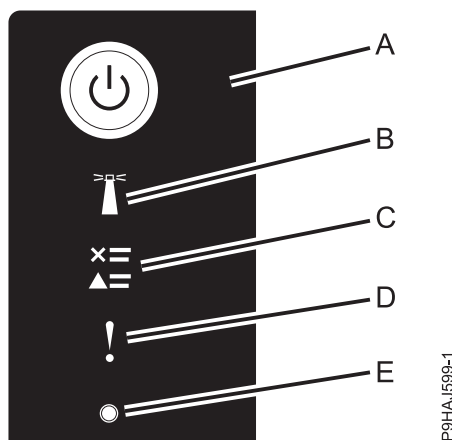

Abbildung 35. Anzeigen der Steuerkonsole
- Die Betriebsanzeige (A) (siehe folgende Abbildung) blinkt.
3. Drücken Sie den Netzschalter (A) auf der Steuerkonsole (siehe Abb. 35).